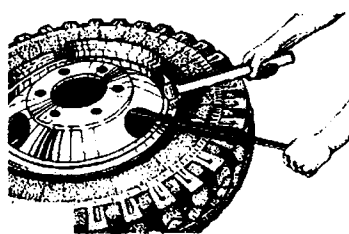

Рис. 5-16. Установка бортового кольца
4. Вставить бортовое кольцо одним концом в замочную канавку обода и с помощью молотка и монтажной лопатки установить кольцо в замочную канавку по всему периметру (рис. 5-16.).